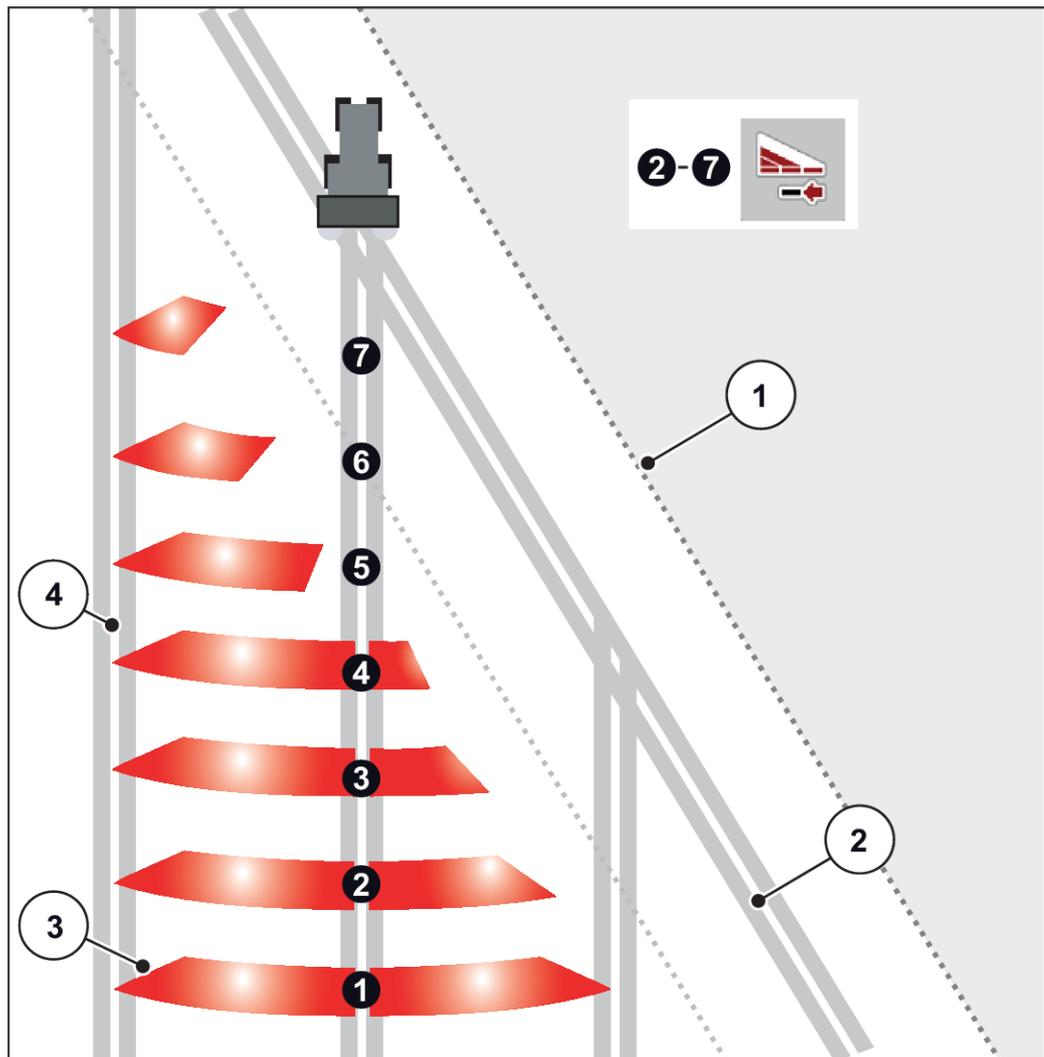

Abb. 42: Automatische Teilbreitenschaltung
- Die Teilbreitenschaltung ist von Außen nach Innen oder von Innen nach Außen möglich. Siehe Abb. 42 Automatische Teilbreitenschaltung.